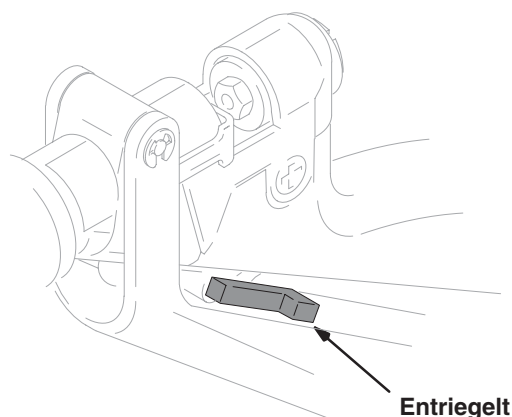

Abb. 2
2. Zum Entriegeln der Abzugssperre die Abzugssperre zum Griff hin drehen; siehe Abb. 2.